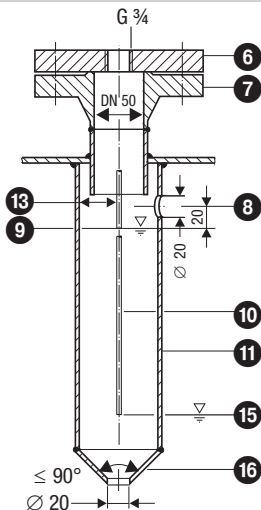

Fig. 4 Tubo di calma (da prevedere sul posto) per installazione interna
- Una sonda di livello NRG 26-21 può essere installata con una sonda di livello GESTRA, un interruttore o trasmettitore di livello in un tubo di calma o in un recipiente di misura comune (diametro interno DN80/DN100). **Fig. 4 - 7.** In caso di installazione interna, la sonda di livello per la limitazione del livello dell'acqua deve essere a una distanza di minimo 40 mm dal foro di compensazione superiore.